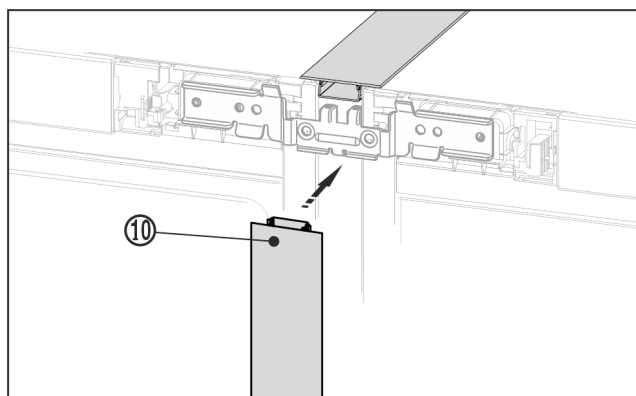

Fig. 23 *
- Aan de voorzijde de lange afdeklijst Fig. 23 (10) in de verticale spleet drukken. Zorg ervoor dat de lijst op de verbindingssplaat rust.*